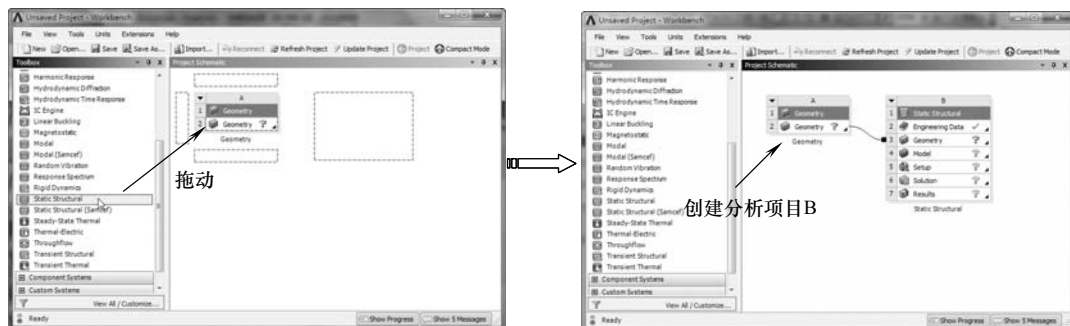

图 7-13 创建分析项目 B
4) 在【Toolbox (工具箱)】中【Analysis Systems】下的【Static Structural】选项上按住鼠标左键，拖动到【Project Schematic (项目管理区)】分析项目 A 中的 A2 上，当 A2 呈红色高亮显示时，释放鼠标创建分析项目 B，如图 7-13 所示。